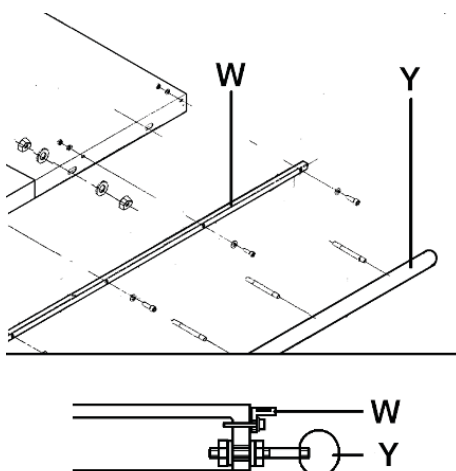

Рис. 3
- Установите и закрепите направляющую и шкалу (Y, W, Рисунок 3) параллельного упора на передней части стола и закреплённого расширения стола.